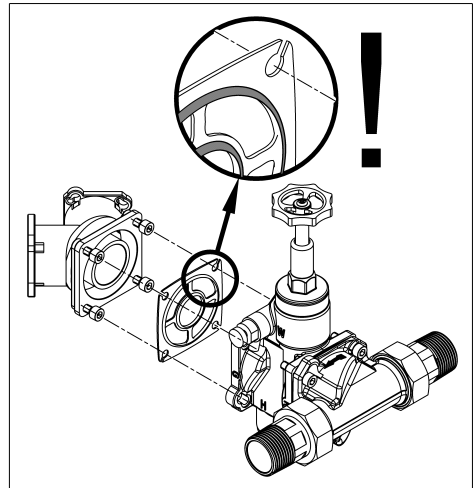

Abb. 8: Profillanschdichtung
- Sicherstellen, dass das Profil der Profillanschdichtung zum Umgehungsventil zeigt (siehe Abb. 8).